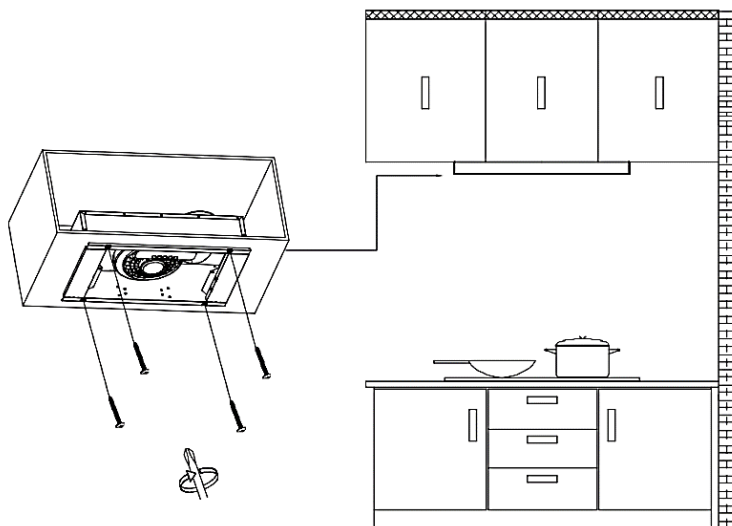

Рисунок 7
5. Приложите вытяжку к 8 отверстиям на нижней части кухонного шкафа. Закрепите ее с помощью винтов 4x20 мм* (см. рисунок 7)